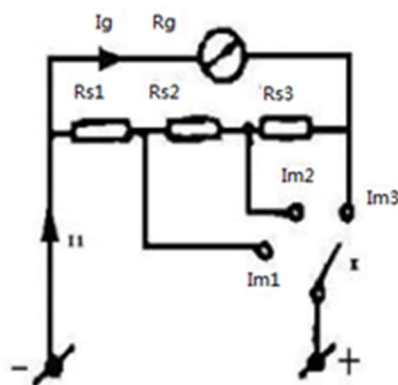

图 3 电流扩程原理
由式 (1) 可知, 电表扩程倍率越大, 分流电阻越小。图 3 是电流扩程的原理图 (R_s 分别由 R_{s1} , R_{s2} , R_{s3} ... 组成)。